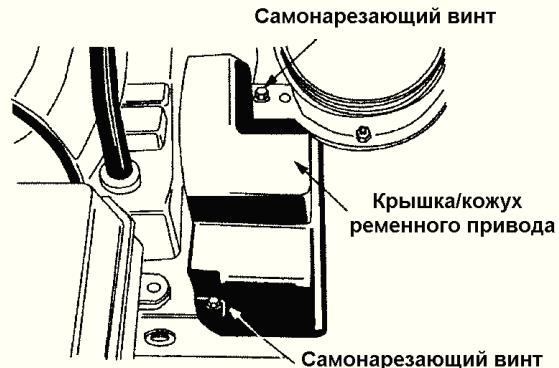

Рисунок 12
2. Снимите пластиковую крышку/кофух ременного привода спереди двигателя, вынув самонарезающие винты. Смотрите рисунок 12